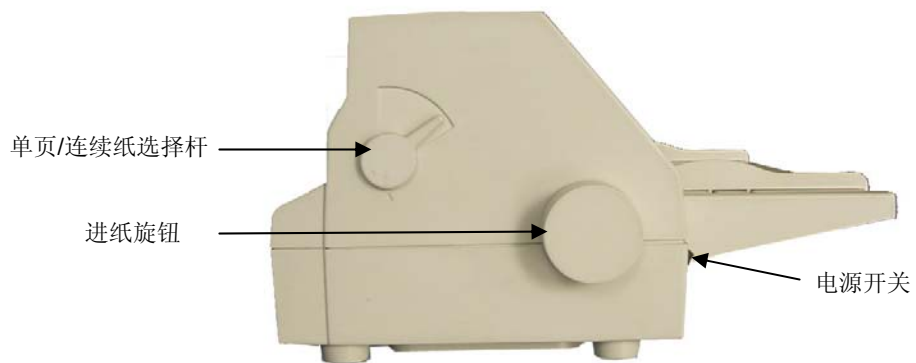

图 3-6 设定单页/连续纸进纸位置（连续纸）
2. 把单页/连续纸进纸选择杆拨至连续纸位置（如图 3-6 所示）。